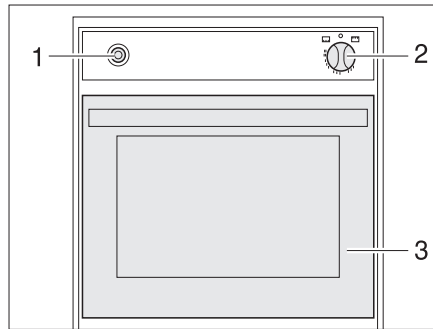

Fig. 126 Horno de gas
- Abrir la puerta del horno (Fig. 126,3) completamente.
- Presionar ligeramente el regulador giratorio (Fig. 126,2) y ponerlo en "🔥" (horno) o "🔥 GRILL" (grill).
- Presionar el regulador giratorio (Fig. 126,2) y mantenerlo presionado por 5 a 10 segundos. El gas circula hacia el quemador.
- Presionar el interruptor de encendido (Fig. 126,1) tantas veces como sean necesarias para que arda la llama.
- Girar el regulador giratorio (Fig. 126,2) a "0". La llama se apaga.